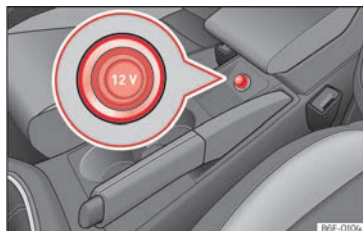

Abb. 128 12-Volt-Steckdose im Fahrzeug.
- Ziehen Sie den Stecker in der Mittelkonsole aus der Steckdose heraus »» (Abb. 128).